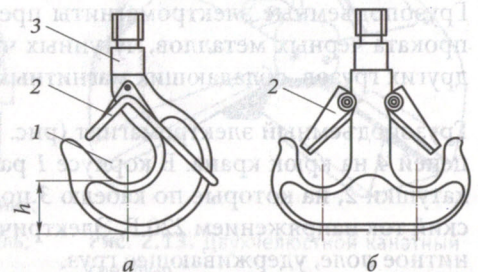

Рис. 2.10. Однорогий (*a*) и двурогий (*б*) грузовые крюки:
Грузовой крюк (рис. 2.10) предназначен для подвешивания грузов с помощью съемных грузозахватных приспособлений, например стропов, которые размещаются в его зеве 1. Предохранительный замок 2 удерживает стропы от самопроизвольного выпадения из зева.
Краны грузоподъемностью более 30 т комплектуются двурогим крюком (рис. 2.10, *б*), имеющим два зева для размещения большего числа стропов.
- износ зева составляет более 10 % от первоначальной высоты h (см. рис. 2.10) рабочего сечения крюка.